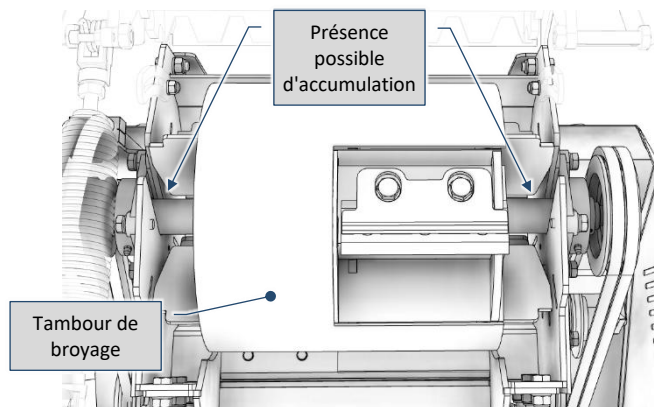
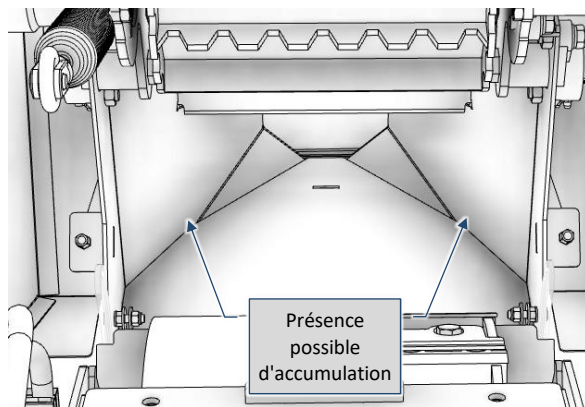

Fig. 9-37 – Vue détaillée de l'intérieur de l'unité de broyage
Fig. 9-38 – Vue détaillée de l'intérieur du convoyeur de déchargement
- 2) Enlevez les accumulations de matériau présentes sur les côtés du tambour de broyage (Fig. 9-37) et dans les deux sections latérales du convoyeur de déchargement (Fig. 9-38). N'utilisez pas d'outils métalliques (ils pourraient endommager la machine).